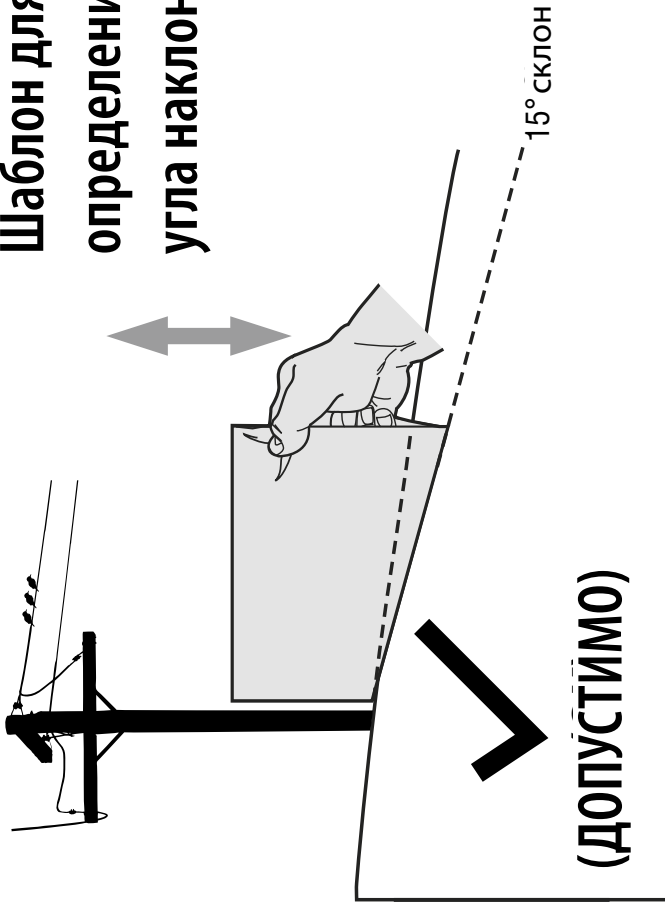

Рис. 1
3. Совместите одну из боковых сторон шаблона с линией объекта (рис. 1 и рис. 2).
4. Двигая шаблон вверх-вниз, совместите левый угол шаблона с линией уклона (рис. 1 и рис. 2).